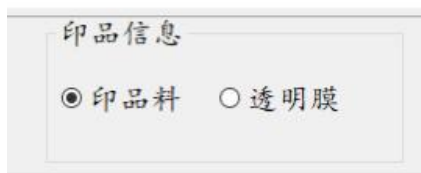

图 15
- 1) 填写“印品信息”：印品信息包含列数量和印品分类，列数量主要对于在分切机上或对特殊产品重复多列需要处理时填写，其它机台和一般情况下均不需要更改。印品分类有：印品料和透明膜两种，普通印刷品均选用印品料，对于白膜、涂布这类印品的检测，应选用透明料选项，如图 15。